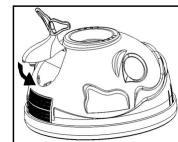

Abb. 3
1. **Installation des Endstücks** – Die Zunge im Oberteil des Endstücks in das entsprechende Loch auf dem Reinigerkörper einsetzen. Dann den Boden des Endstücks nach unten drehen. Die (2) Zungen mit den entsprechenden Löchern ausrichten. Stark drücken, bis das Endstück einwandfrei in seiner endgültigen Stellung einschnappt (Siehe Abb. 3).